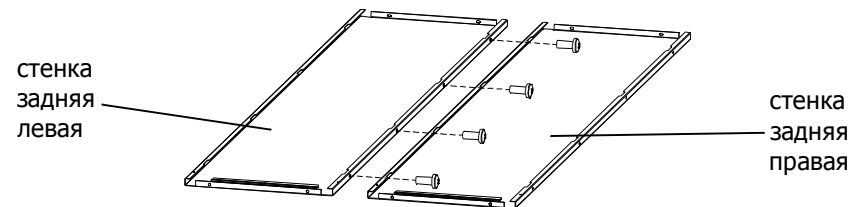

Рис. 1.1
1. Соедините задние стенки между собой согласно рис. 1.1